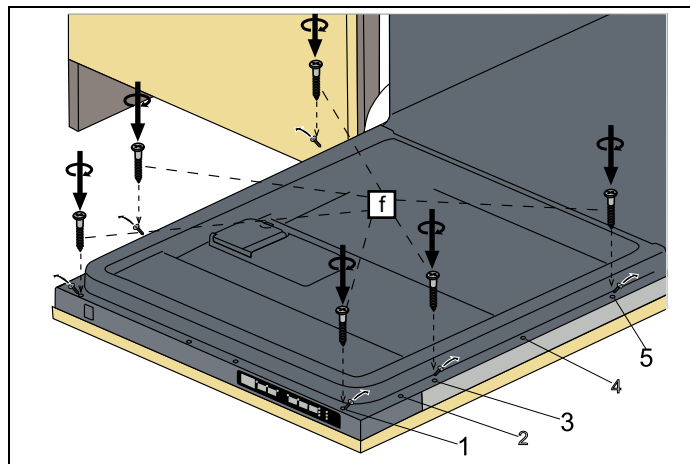

Fig. 27
- 6) Los tornillos situados en la puerta de madera se ajustan al lavavajillas en las descargas situadas en la lámina exterior de la puerta y se montan como se muestra en Fig. 27 .
- 7) Como se muestra en Fig. 27 , se instalan los tornillos $\varnothing 5/32'' \times 53/32''$ ($\varnothing 4$ mm x 42,5 mm) en las posiciones I, III y V.